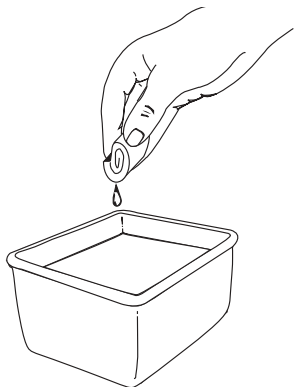

Fig. 57
3. Lavez le filtre dans un mélange d'eau et de détergent (Fig. 57). Rincez le filtre abondamment et laissez-le sécher.